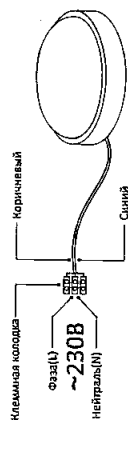

Рис. 1. Схема подключения светильника и электросети 230В
- Подключите светильник к сети электропитания в соответствии с прилагаемой инструкцией (не входит в комплект поставки) согласно схеме (рис. 1).